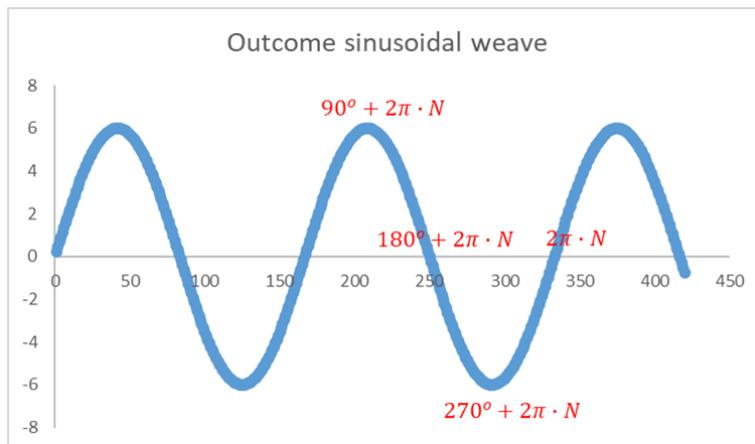

Figure 39 正弦摆动配置
正弦摆动如 Figure 39 所示。
6.2 全局变量 `dl_angle_RO_ext`, `dl_offset_RW_ext`, `dl_weave_enable_RO_ext`, `dl_angle_RO_ext` 是一个 [只读, 实数, 单位: 弧度] 的全局变量, 它实时更新摆动正弦波形中的相位, 如图所示 Figure 39, 它对于一些工艺技术如焊接的弧压跟踪将会非常有用。